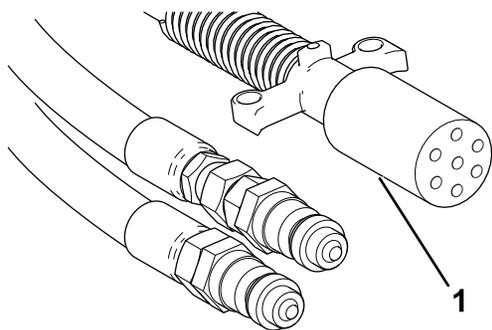

Рисунок 21
8. Подключите витой кабель питания с 7-штыревыми разъемами к гнездам на машине и буксирном автомобиле (Рисунок 21).